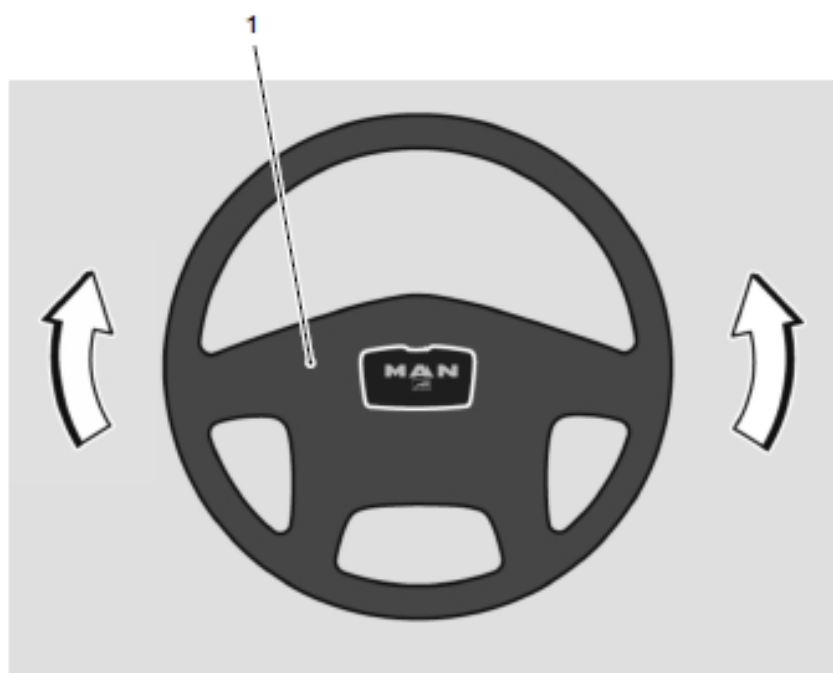

Abb. 2-27 Lenkungsspiel
- (1) Motor mit Leerlaufdrehzahl laufen lassen.
- (2) Lenkrad (Abb. 2-27/1) zu beiden Seiten jeweils 40 mm drehen.